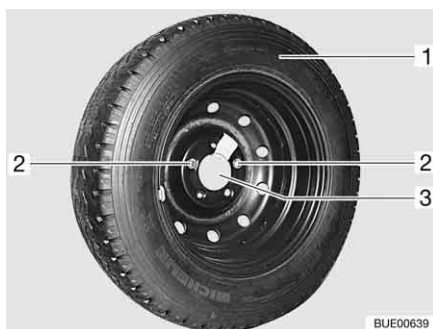

Fig. 286 Supporto per la ruota di scorta nel garage di coda
- Svitare e rimuovere entrambe le viti di fissaggio (Fig. 286,2) con la dotazione attrezzi.
- Rimuovere la ruota di scorta (Fig. 286,1) dal supporto (Fig. 286,3).